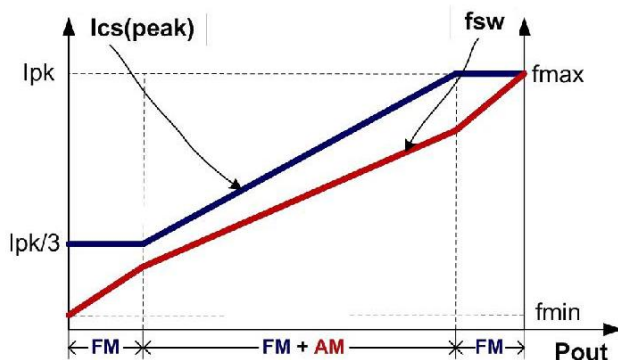

图 4
如图 4 所示，为了满足严苛的平均效率和待机功耗要求，U6238D 采用了调幅控制 (AM) 和调频控制 (FM) 结合的多模式控制技术。